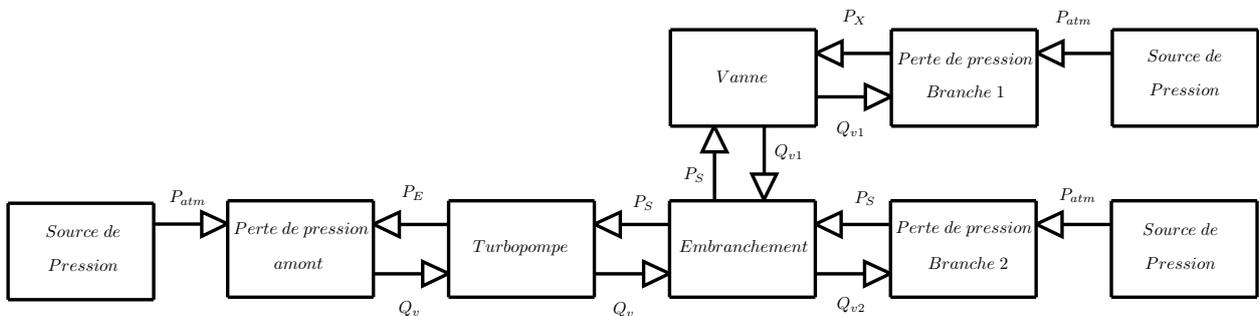
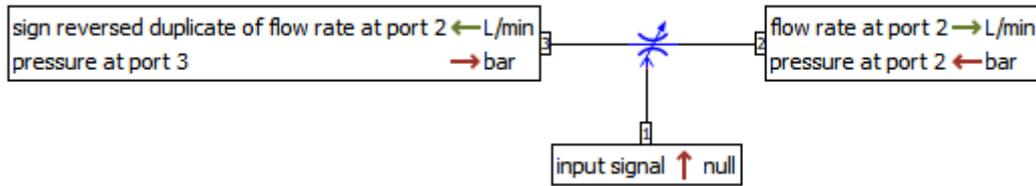

FIGURE 6 – Schéma des entrées et sorties du circuit représentant le circuit embranchement et vanne de réglage
FIGURE 7 – Ports du composant AMESim **HYDVORT** représentant une vanne progressive de réglage de débit
12. Modifiez le circuit en respectant l'architecture représentée en figure 6. Pour la vanne on utilisera le composant de la bibliothèque hydraulique **HYDVORF0**³ (voir figure 7) pour lequel on spécifiera ces paramètres :
Le signal qui rentre au port 1 (voir figure 7) de ce composant commande l'ouverture de la vanne. Pour une valeur de signal de 1 et plus, la vanne est complètement ouverte et générera une chute de pression de 0,2bar pour un débit de 15L/min, cette perte étant fonction du débit. Pour un signal valant 0, la vanne sera complètement fermée. Pour un signal compris entre 0 et 1 l'ouverture sera partielle et la chute de pression calculée automatiquement en correspondance.